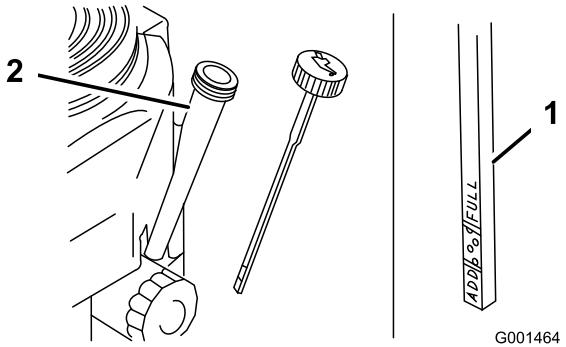

Bild 34
- Reinigen Sie den Bereich um den Ölpeilstab (Bild 34), damit kein Schmutz in den Einfüllstutzen gelangen und den Motor beschädigen kann.
- Schrauben Sie den Ölpeilstab heraus und wischen Sie das Metallende ab (Bild 34).
- Schieben Sie den Ölpeilstab vollständig in den Einfüllstutzen (nicht in den Einfüllstutzen einschrauben) (Bild 34).
- Gießen Sie ca. 80 % der angegebenen Ölmenge langsam in den Einfüllstutzen (Bild 34).